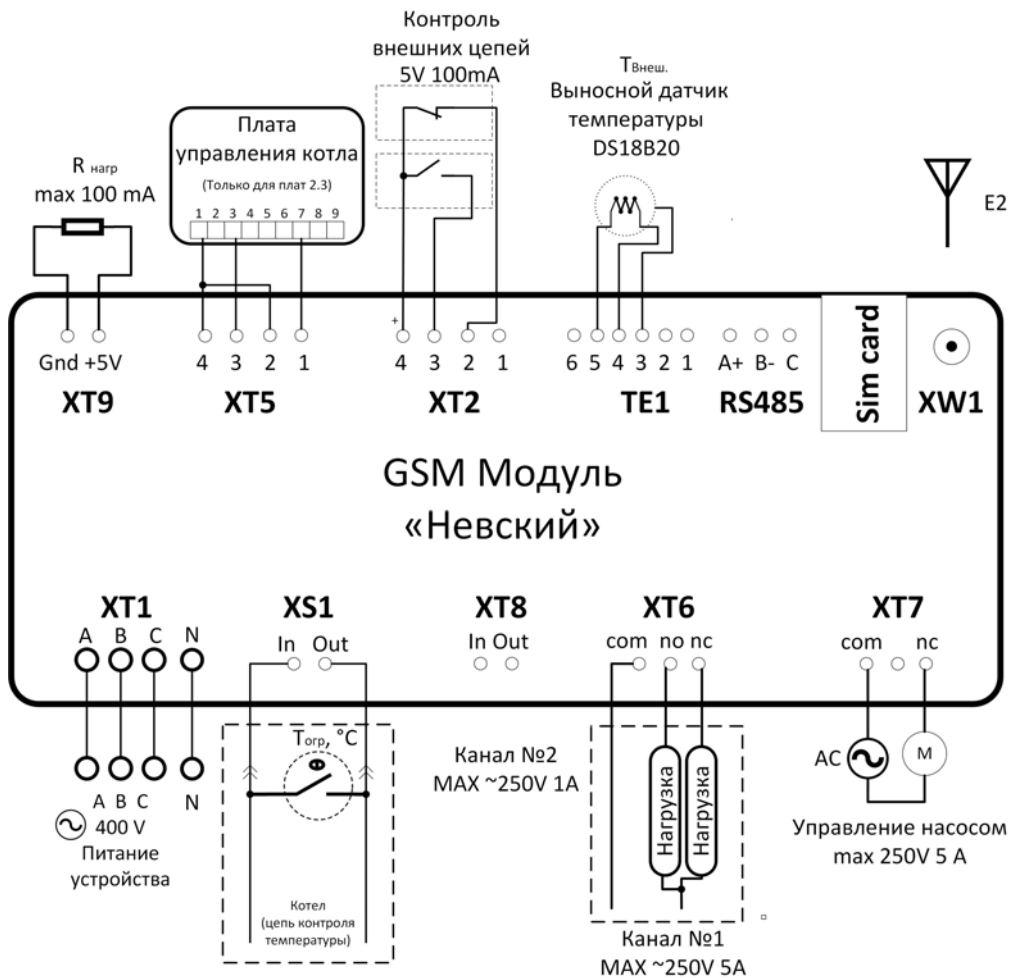

Рис. 5
- 6.4. На клемму XT1 согласно Рис. 5 необходимо подключить фазный и нейтральный провод. Если вы не планируете отслеживать наличие фаз, то можно соединить
- 7.4. Подключение к дополнительным каналам управления (1 и 2) осуществляется соответственно через клеммник ХТ6 и ХТ8 (Рис. 5).
- 7.5. Канал1 (клеммник ХТ6) (Рис. 5) это электромеханическое реле, состоит из пары контактов – нормально-замкнутого и нормально-разомкнутого. Нагрузочная способность, коммутируемая реле управления 5А при напряжении 230В. Если подключаемые устройства, имеют более высокие нагрузки, тогда они подключаются через промежуточные реле. Для подключения использовать провода сечением не менее 0,5 мм² (в комплекте не поставляются).
- 7.6. Канал2 (клеммник ХТ8) (Рис. 5) это твердотельное реле, состоит из нормально-разомкнутого контакта. Нагрузочная способность, коммутируемая симистором управления 1А при напряжении 230В. Если подключаемые устройства, имеют более высокие нагрузки, тогда они подключаются через промежуточные реле.
- 7.7. Используя канал №1 можно переключать работу системы отопления с основного котла на резервный котел. На Рис. 5 изображен вариант схемы подключения канала №1 GSM-модуля для переключения работы системы отопления с основного котла на резервный.
- 7.8. Через контакты клемника ХS1 (Рис. 5) осуществляется подключение контактов термовыключателя котла. При срабатывании термовыключателя модуль пошлет сообщение «ПЕРЕГРЕВ».
- 7.9. Датчики контроля внешних цепей (охранной сигнализации) подключаются к разъему **XT2** (Датчики охраны) (Рис. 5).
- 13.1. GSM-модуль позволяет осуществлять контроль датчиков внешних цепей, например для охраны какого-либо объекта. Для включения этой функции необходимо подключить систему охраны к клеммам GSM-модуля в соответствии с Рис.5 и нажать на кнопку «ОХР. ВКЛ», при этом должна загореться красный светодиод. При повторном нажатии функция охраны отключается, светодиод гаснет.